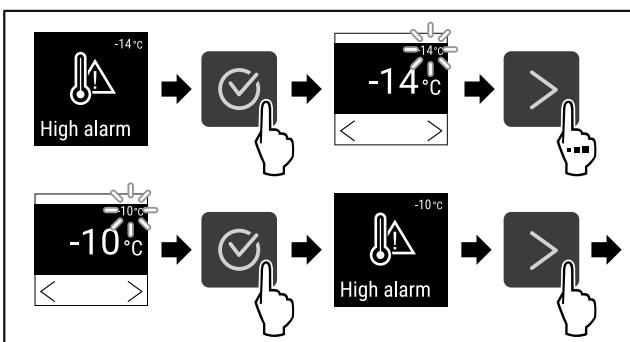

Fig. 99
- Vykonajte kroky akcie (pozri Fig. 99) .